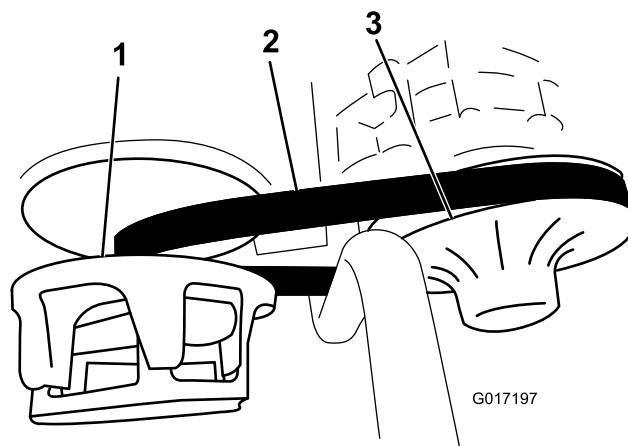

Figura 58
3. Haga girar la correa e inspecciónela para asegurarse de que no está excesivamente desgastada ni dañada (Figura 58).
3. Haga girar la correa y llévela sobre el embrague secundario (Figura 58).
4. Retire la correa del embrague primario (Figura 58).
5. Coloque la correa nueva sobre el embrague primario (Figura 58).
6. Haga girar la correa y llévela sobre el embrague secundario (Figura 58).